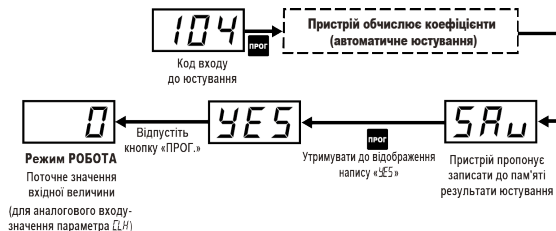

Рисунок 8.2 – Послідовність дій при юстуванні нахилу характеристики термоперетворювача або датчика з уніфікованим вихідним сигналом
4. Не менш ніж через 15 – 20 с після включення живлення провести юстування пристрою (див. *рисунок 8.2*). Юстування проводиться автоматично. Після юстування пристрій повертається у режим **Робота**.